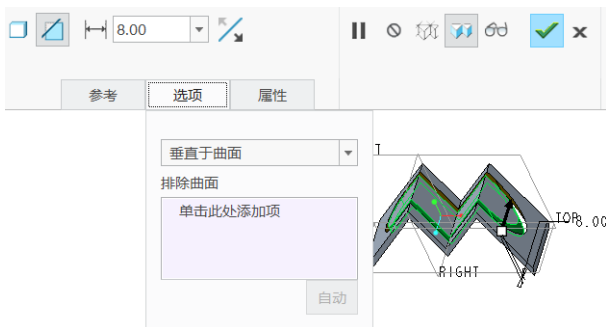

图 7-138 加厚参数设置
- 8 在“加厚”选项卡中单击“去除材料”按钮，输入加厚的厚度值为“8”，打开“选项”面板，可接受默认的控制选项为“垂直于曲面”，如图 7-138 所示。